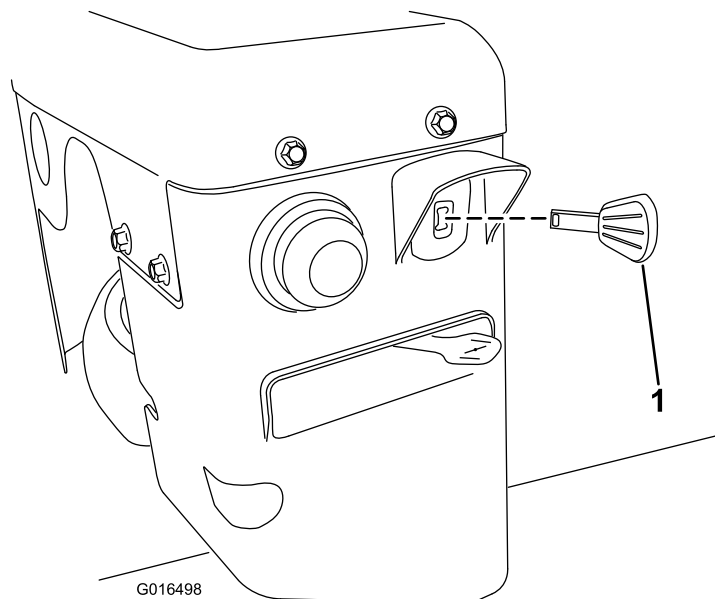

Figure 22
3. Insérez complètement la clé de contact (Figure 22).